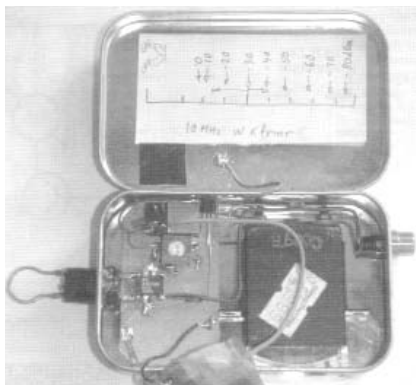
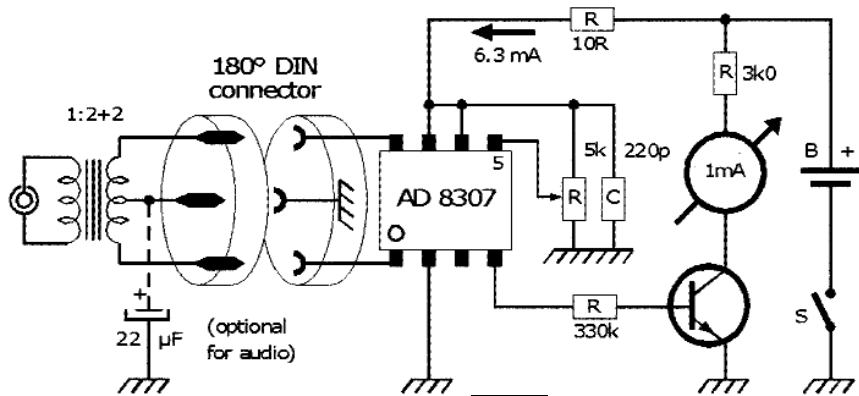

рис. 11
рис. 12
**К. Лодстрем** (VHF Communications, Spring 2004) разработал **прибор для обнаружения радиосигналов**. Прибор обнаруживает сигналы частотой до 700 МГц, работает также и по постоянному току, и в полосе звуковых частот. Конструкция прибора показана на **рис. 11**. Структурно обнаружитель состоит из двух основных частей (**рис. 12**): измерительной на микросхеме AD8307 и детекторной в виде комплекта съемных насадок различной конструкции. В приборе применен транзистор типа 2N2222. Напряжение питания 3...5 В. Тип измерительного прибора определяется требуемой чувствительностью.